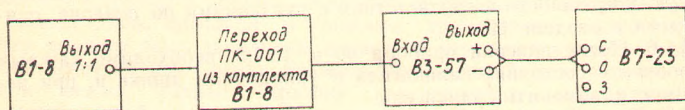

Рис. 10. Схема соединения аппаратуры при определении основной приведенной погрешности выходного напряжения прибора.
12.3.3.3. Определить основную приведенную погрешность выходного напряжения на поддиапазонах 30—300 мВ на частоте 1 кГц по схеме, приведенной на рис. 10, путем подачи на вход прибора напряжения, равного верхнему пределу установленного поддиапазона, от установки В1-8. Выходное напряжение определить по показанию прибора В7-23.